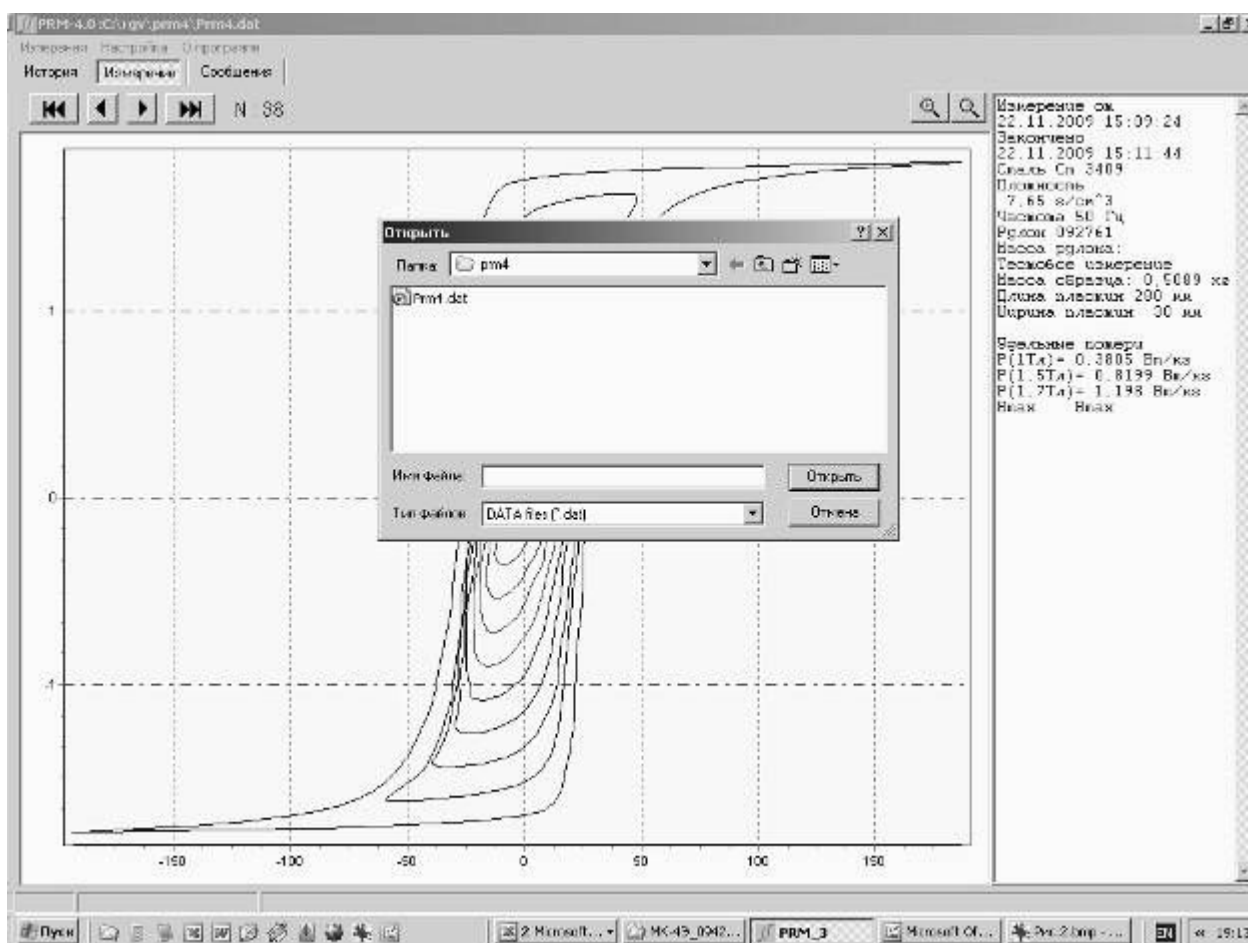

Рис.4 Окно "Измерения\Открыть файл"
2.3.2.14 Кнопка "Открыть файл" открывает окно, в котором можно выбрать файл данных, сохраненный ранее на жестком диске компьютера (Рис.4).